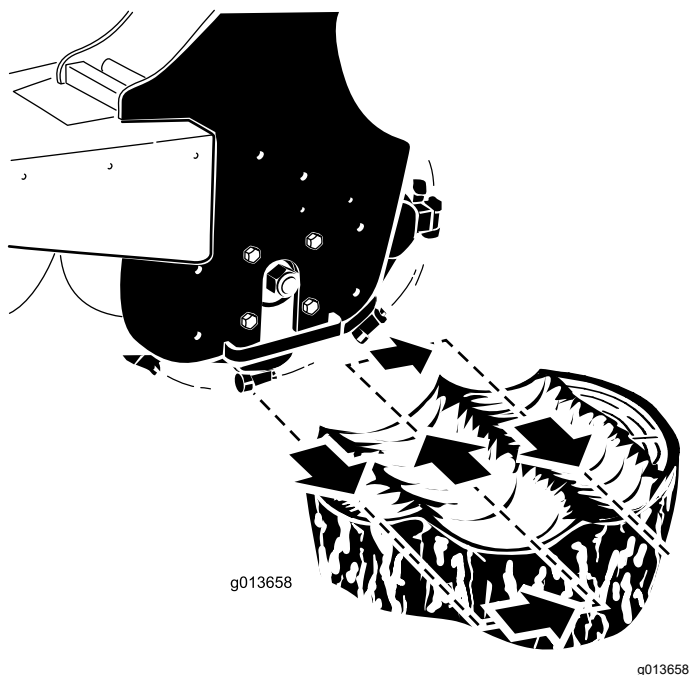

Figura 13
4. Posizionate il fresa ceppi a sinistra dietro il ceppo (Figura 13).
5. Fate oscillare il fresa ceppi verso di voi con la leva d'inclinazione dell'accessorio, fresando a una profondità compresa tra 0,5 e 5 cm, a seconda della durezza del legno (Figura 13).
6. Fate oscillare il fresa ceppi riportandolo nella posizione iniziale (Figura 13), abbassatelo di un'altezza compresa tra 0,5 e 5 cm e ripetete i passaggi da 4 a 6 fino a quando non avete fresato alcuni centimetri di ceppo.
8. Spostate il fresa ceppi a destra (Figura 13).